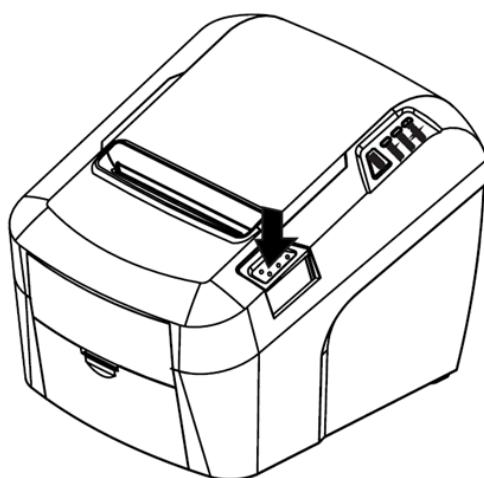
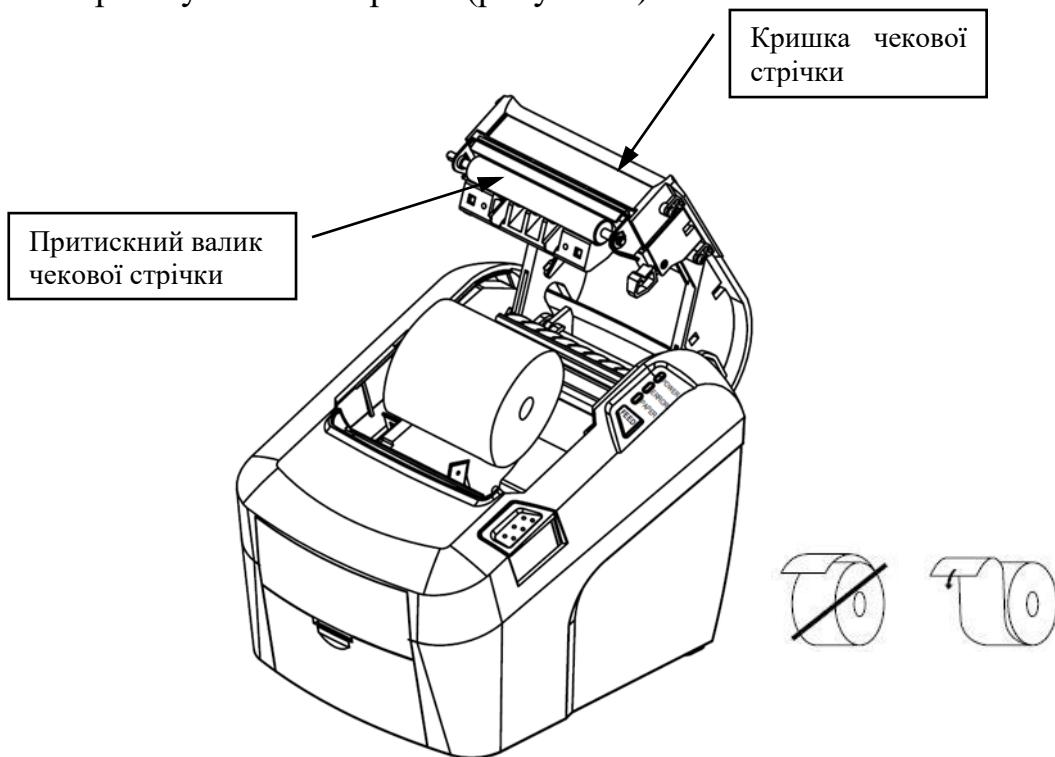

Рисунок 7 - Кнопка відкривання кришки чекової стрічки
Рисунок 8 - Встановлення чекової стрічки
- натисніть кнопку відкривання кришки (рисунок 7) та відкрийте кришку чекової стрічки (рисунок 8).
- вставте рулон паперу в нішу реєстратора (рисунок 8);
- вставити рулон паперу в нішу для чекової стрічки реєстратора (рисунок 8);
- відкрити кришку чекової стрічки - натиснути кнопку (рисунок 7);
- відкрити кришку чекової стрічки (рисунок 8);
Для входу в автономний режим необхідно включити реєстратор, попередньо натиснувши кнопку відкривання кришки чекової стрічки (див. рисунок 8).